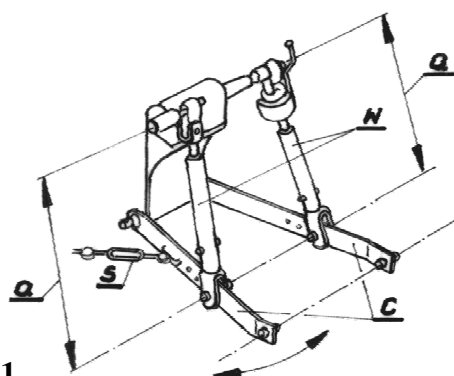

Рис.1.
Левый и правый подвесы (W) должны быть установлены на одинаковую длину (а) – **Рис. 1.**